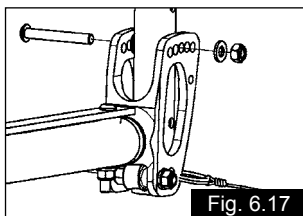

Fig. 6.17
1. Abra os parafusos superiores e desaperte a ligação do parafuso (Fig. 6.17).